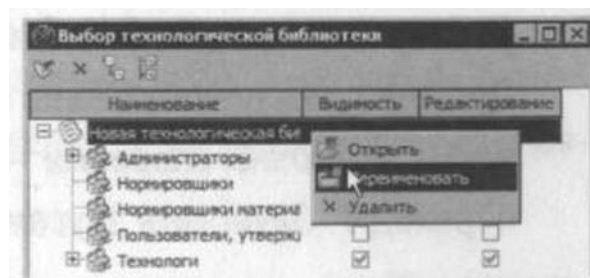

Рисунок 34
12. Установите курсор на названии «Новая технологическая библиотека» и выберите из контекстного меню команду **Переименовать** (рис. 34).